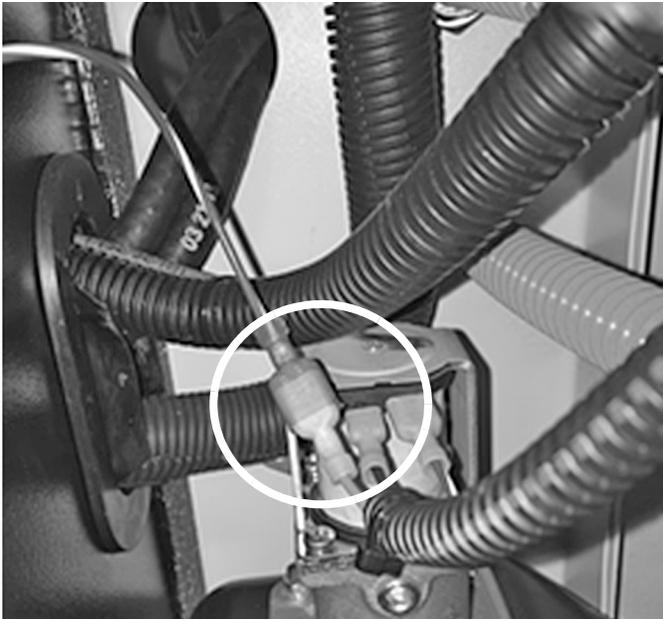

Figura 3-6.
- Retire el cable rojo inferior y conéctelo al cable de referencia número 4. Conecte el cable de referencia número 3 donde estaba el cable rojo en la válvula de gas. (vea la Figura 3-6.)